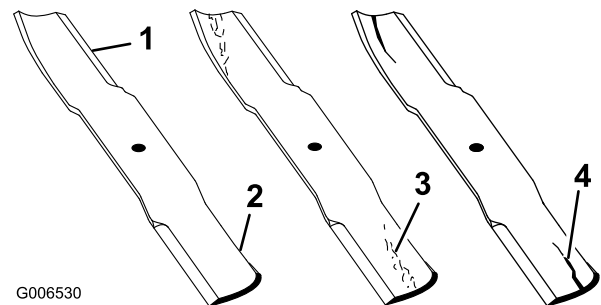

Bild 97
1. Untersuchen Sie die Schnittkanten (Bild 97). Entfernen und schärfen Sie die Messer, wenn die Schnittkanten nicht scharf sind oder Auskerbungen aufweisen. Siehe „Schärfen der Messer“.
2. Prüfen Sie die Schnittmesser, insbesondere den gebogenen Bereich (Bild 97). Wenn Sie Schäden, Verschleiß oder Rillenbildung in diesem Bereich feststellen (Bild 97), sollten Sie sofort ein neues Schnittmesser einbauen.